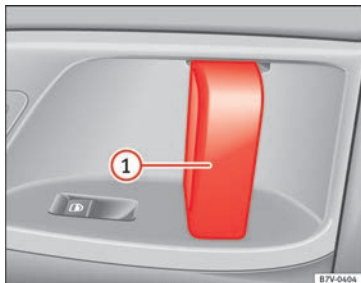

Abb. 49 An der Schiebetür: Türgriff ①.
Schiebetür von innen öffnen.	Bei entriegelter Schiebetür am Innentürgriff » Abb. 49 ① ziehen und Schiebetür vollständig aufschieben.